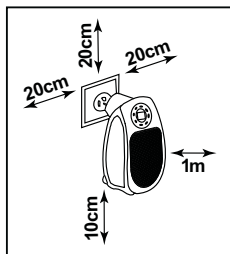

Bild 2
- Det måste finnas ett avstånd på minst 20 cm åt sidan, 20 cm uppåt, 10 cm nedåt och 1 m framåt mellan produkten och väggar och andra föremål (se bild 2).